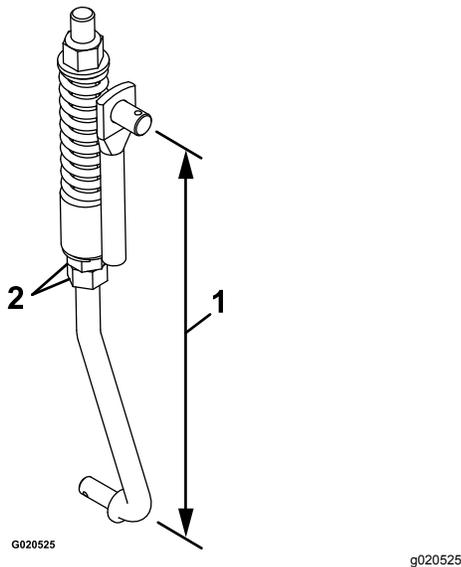

Figure 58
8. Réglez la longueur de la tringlerie à l'aide des 2 écrous situés au bas de l'ensemble ressort vertical (Figure 58).